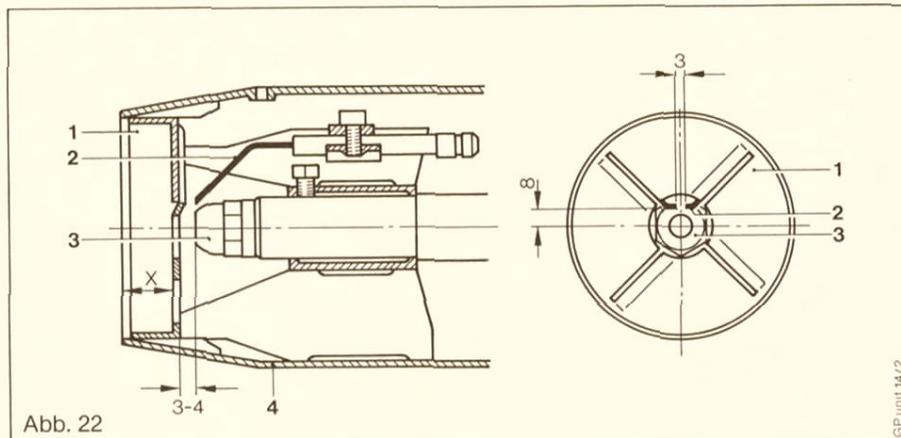

Abb. 22
Legende zu Abb. 22
Die Spitzen der Zündelectroden (2) dürfen nicht über die Vorderkante der Brennerdüse (3) hinausragen. Die in Abb. 22 angegebenen Abstände zur Brennerdüse (3), zur Stauscheibe (1) und zueinander sind genau einzuhalten.
Zur Beachtung: Mischeinrichtung mit Zündelectroden (2) beim Einbauen nicht verdrehen. Aus Gründen der Funktionssicherheit die in Abb. 22 dargestellte Stellung beibehalten!